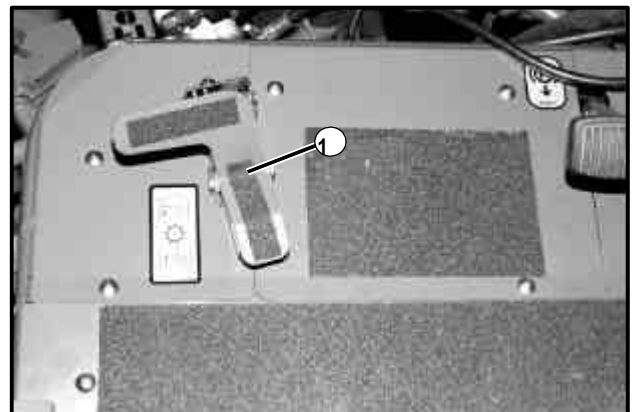

Figure 10
- Pour réduire la fatigue en marche avant normale, l'opérateur doit appuyer le talon sur la planche à côté de la pédale (et non pas sur la partie inférieure de la pédale). La pédale de tonte / soulèvement (voir fig. 10) baisse et soulève les têtes de coupe